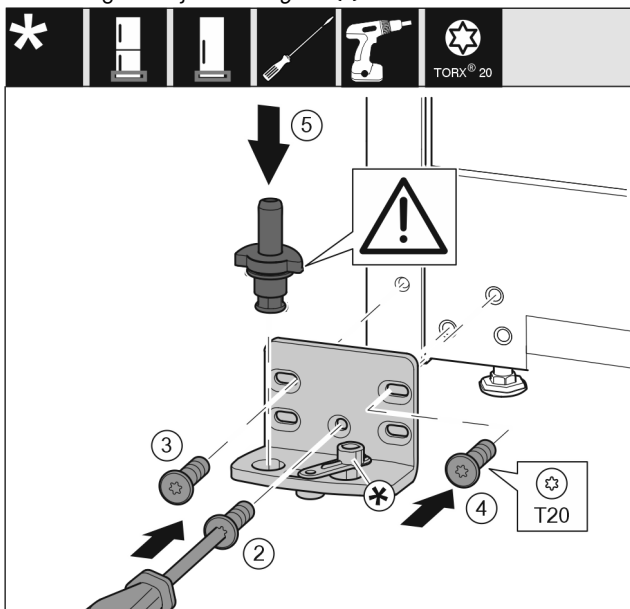

Fig. 15
- ▶ Lagerbus op de andere kant aanbrengen en met behulp van een schroevendraaier T20 vastschroeven. Met schroef 2 onder in het midden beginnen. Fig. 15 (2)
- ▶ Schroef 3 en 4 vastschroeven. Fig. 15 (3,4)
- ▶ Lagerbout volledig aanbrengen. Let op dat de vergrendelknok naar achter wijst. Fig. 15 (5)